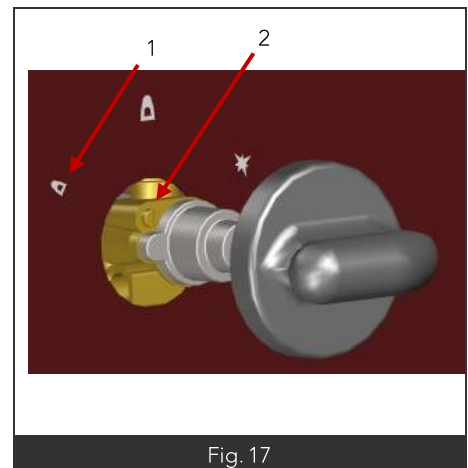

Fig. 17
- Mettre la position ralenti (Fig17 Rep1)
- Visser (Fig17 Rep2) + ou – le ralenti pour faire réduire la flamme des 2/3.